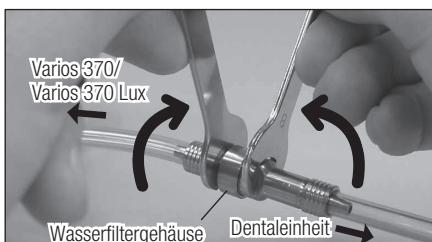

Abb.21
2) Legen Sie zwei Schraubenschlüssel (5x8) an und drehen Sie diese wie in Abb.21 gezeigt.